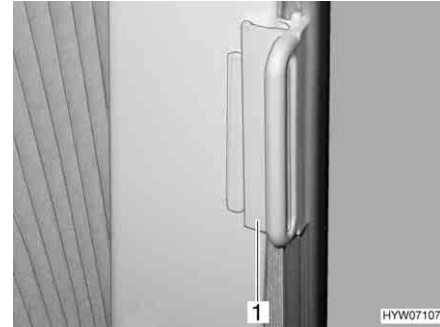

Fig. 39 Bloqueo para estor plegable
- Desplazar el tirador (Fig. 39, 1) hasta la pieza sobrepuesta. El estor plegable queda asegurado.